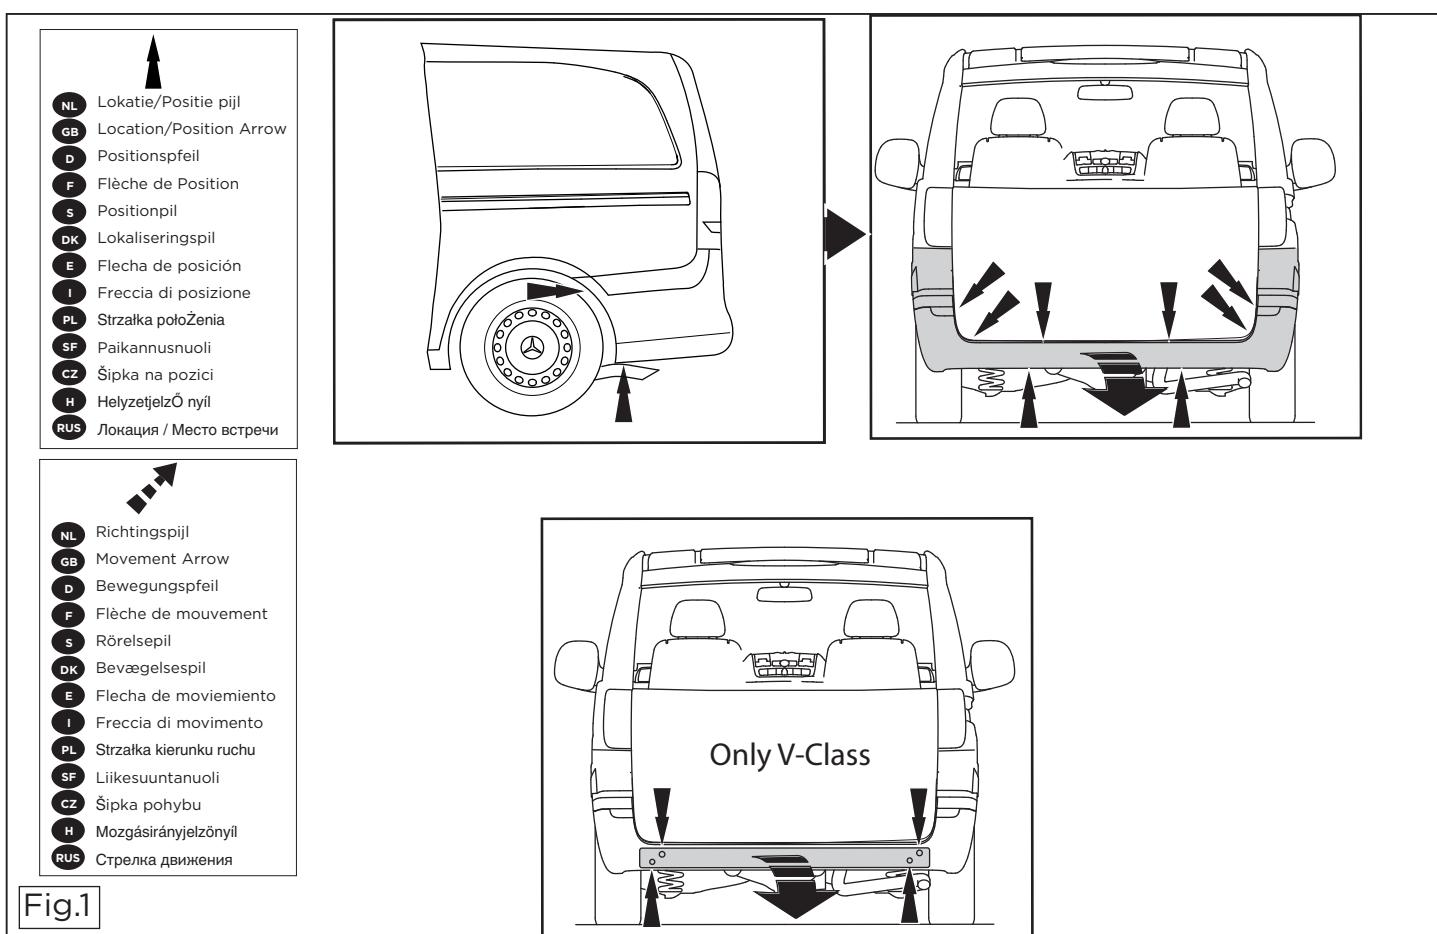

Fig.1
2. For Vito vehicles, the following applies: Remove the bumper (See figure 1).
3. For V-Class vehicles, the following applies: Remove the bumper and the steel buffer beam from the vehicle. The buffer beam will no longer be needed. See figure 1.
2. **Für Vito-Fahrzeuge gilt:** Die Stoßstange abmontieren (Siehe Abbildung 1).
Für V-Klasse-Fahrzeuge gilt: Die Stoßstange einschließlich des stählernen Stoßbalkens vom Fahrzeug abmontieren. Der Stoßbalken wird nicht mehr benötigt. Siehe Abbildung 1.
- For Vito køretøjer gælder følgende:** Demonter kofangeren (Se fig. 1).
- For V-Class køretøjer gælder følgende:** Demonter kofangeren, inklusive køretøjets stålstdøbjælke. Stålstdøbjælen skal ikke længere anvendes. Se fig. 1.
- Для автомобилей Vito:** Снять бампер (См. рисунок 1).
Для автомобилей V-class: Снять бампер вместе со стальным буферным бруском автомобиля. Буферный брус больше не понадобится. См. рисунок 1.
2. **Dla pojazdów Vito obowiązuje:** Zdemontować zderzak (Patrz rysunek 1).
Dla pojazdów V-class obowiązuje: Zdemontować z pojazdu zderzak wraz ze stalową belką zderzakową, belka zderzakowa nie będzie ponownie używana. Patrz rysunek 1.